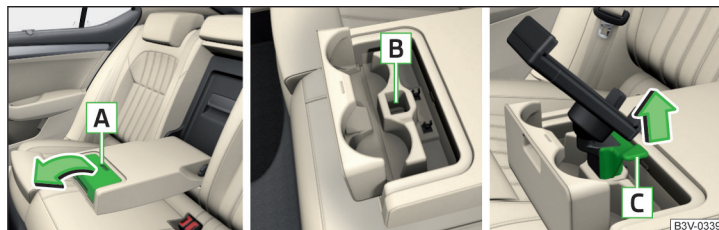

Fig. 113 Deschiderea compartimentului de depozitare/ spațiul pentru suport / demontarea suportului
- Pentru **montare**, prindeți capacul de degajare **A** și deschideți-l în sensul săgeții » fig. 113.